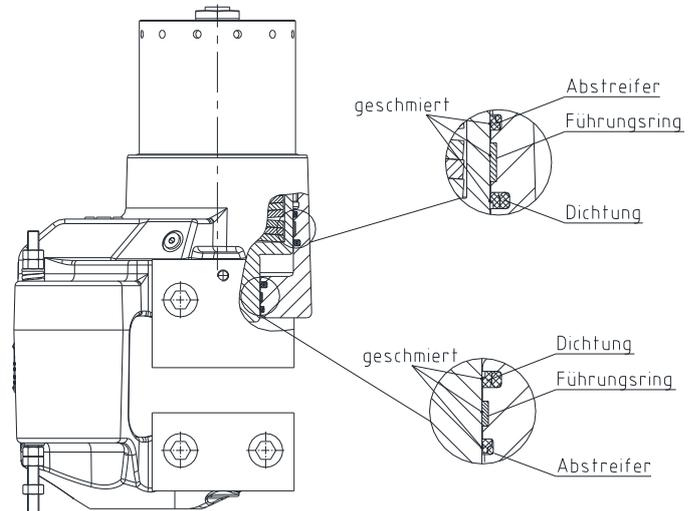

Bild 22
Die Dichtung und Abstreifer müssen in korrekter Richtung eingebaut werden (siehe Bild 22).
- Schmieren Sie die Dichtungen und Abstreifer mit Hydrauliköl ein (siehe Bild 22).